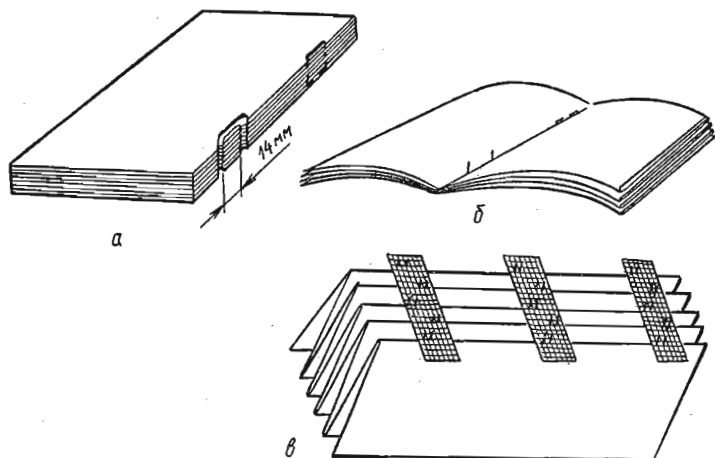

Рис. 42. Виды шитья проволокой:
**Шитье проволокой втачку** (рис. 42, а) применяется для блоков, скомплектованных подборкой. Одним из важнейших недостатков этого вида шитья является плохая раскрываемость блоков. Блок прошивают проволочными скобами по корешковому полю тетради с отступом от края корешка не менее чем на 4 мм. Проволочные скобы прокалывают всю толщину блока, концы ножек скобы выходят на корешковый нож последней страницы блока, затем концы загибают параллельно спинке скобы.
**Шитье проволокой внакидку** (рис. 42, б) применяется для скрепления изданий малого объема, скомплектованных вкладкой. Блок прошивается по корешковому сгибу, а ножки скобы загибаются вовнутрь блока (так прошиваются обычные тонкие школьные тетради).
**Шитье проволокой вразъем** (рис. 42, *в*) используется при изготовлении белой продукции — альбомов и др. Блок прошивают проволочными скобами по корешковому фальцу, а ножки скобы в отличие от шитья внакидку загибают на корешковом фальце (обычно марле) с внешней стороны тетради или блока.